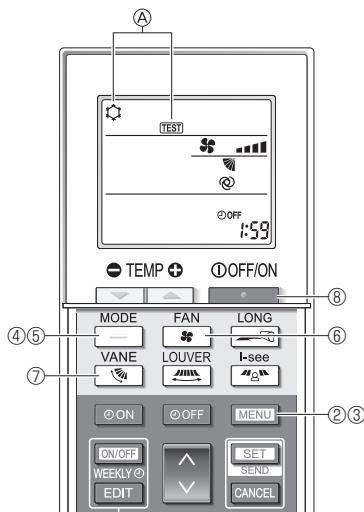

Fig. 7-5
- ① Ligue a alimentação à unidade, pelo menos, 12 horas antes do teste de funcionamento.
- ② Prima o botão **[MENU]** durante 5 segundos. (Fig. 7-5) (Efetue esta operação quando o visor do controlo remoto estiver desligado.)
- ③ Prima o botão **[MENU]**. São apresentadas a indicação **Ⓐ [TEST]** (TESTE) e o modo de funcionamento em curso. (Fig. 7-5)
- ④ Prima o botão **[—]** para ativar o modo de arrefecimento e, em seguida, verifique se saí frio da unidade.
- ⑤ Prima o botão **[—]** para ativar o modo de aquecimento e, em seguida, verifique se saí ar quente da unidade.
- ⑥ Prima o botão **[■]** e verifique se a velocidade da ventoinha muda.
- ⑦ Prima o botão **[■]** e verifique se a palhetá automática funciona corretamente.
- ⑧ Prima o botão **[●]** para parar o teste de funcionamento. (Depois de decorridas duas horas, será emitido um sinal para parar o teste de funcionamento.)